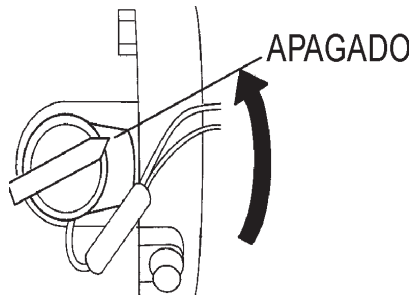

Figura 24. Interruptor de operación (Deterner)
3. Coloque el **motor ON/OFF ENCENDIDO/APAGADO** (Figura 24) en la posición **OFF APAGADO**.